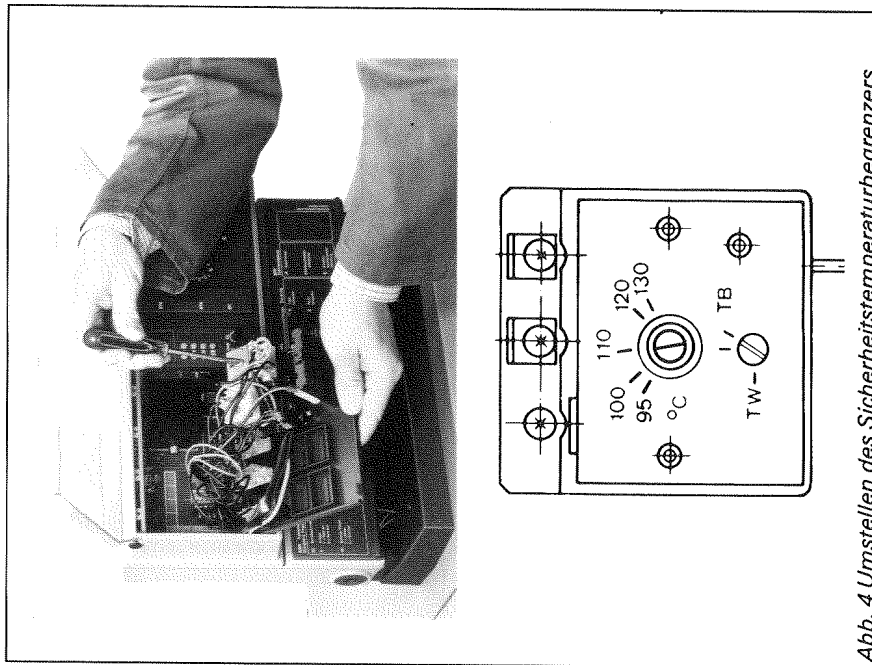

Abb. 4 Umstellen des Sicherheitstemperaturbegrenzers
3. Mit einem kleinen Schraubendreher die Schlitzschraube drehen, bis der Schlitz auf 100°C zeigt (Abb. 4). Die zweite Schlitzschraube **muß** auf „TB“ stehen bleiben.